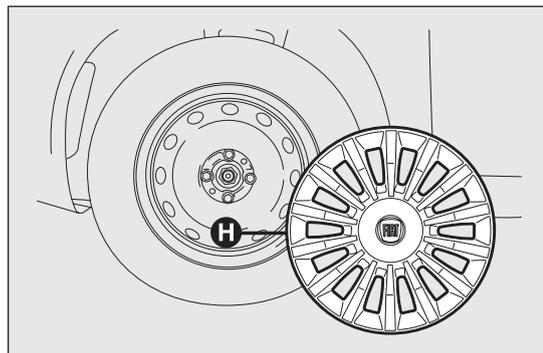

fig. 143
- ❑ retirar el tapacubos H fig. 143 (versiones con llantas de acero), o retirar el tapacubos (versiones con llantas de aleación);